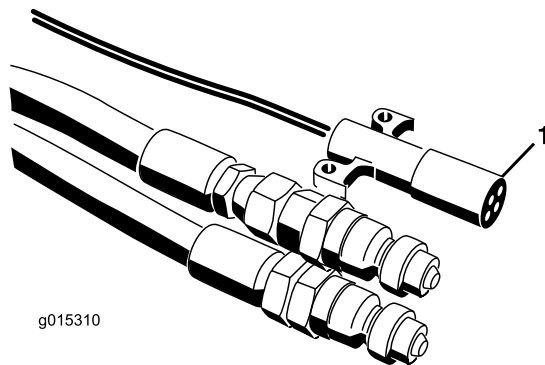
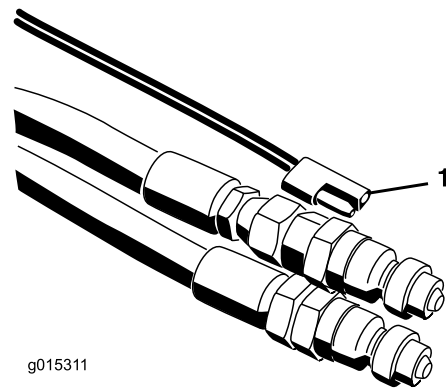

Figura 18
Figura 19
7. Conecte el arnés de alimentación al vehículo de remolque (Figura 18 y Figura 19). En los modelos SH, coloque el mando suspendido de encendido/apagado al alcance del asiento del conductor. Asegúrese de que el interruptor está Desactivado.